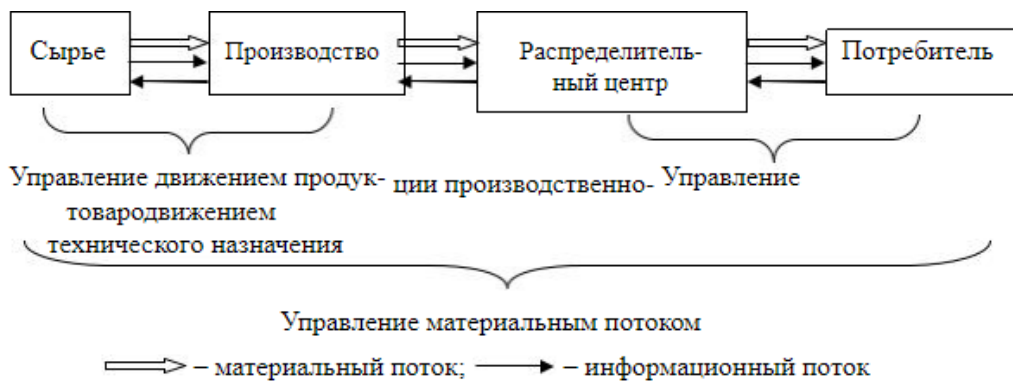

Рисунок 2 – Общая схема взаимодействия материального и информационного потоков
**Задание 2:** По схеме взаимодействия материального и информационного потоков (рисунок 2) и данным таблицы 2 определите, на каком интервале запаздывания информационного потока при обработке заявки на поставку происходит увеличение потребности в автомобилях.